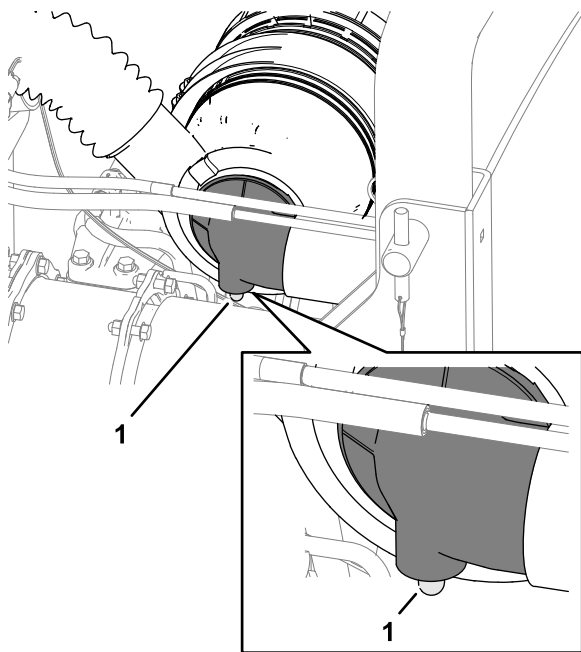

Figura 52
2. Controllate la spia di ostruzione del filtro dell'aria (Figura 52).
Nota: Revisionate il filtro primario dell'aria quando la spia di ostruzione del filtro (Figura 52) è rossa. La sostituzione del filtro dell'aria con frequenza aumenta la possibilità di ingresso di sporcizia nel motore quando il filtro viene rimosso.